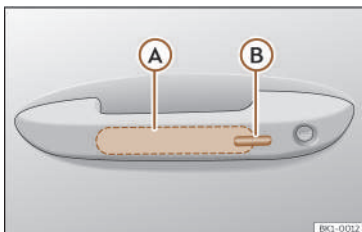

Fig. 72 Maniglia della porta: superficie dei sensori.
>>> **fig. 72**
- Toccare la superficie sensibile >>> **fig. 72**
- Prima che trascorrono 5 secondi, toccare una volta il sensore del lato esterno della maniglia della porta >>> **fig. 72** . Nel farlo, non afferrare la maniglia. Il sistema Keyless Access è disattivato temporaneamente.